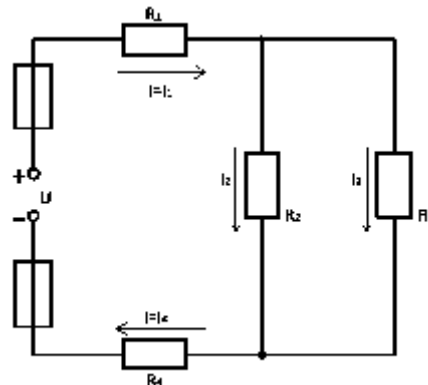
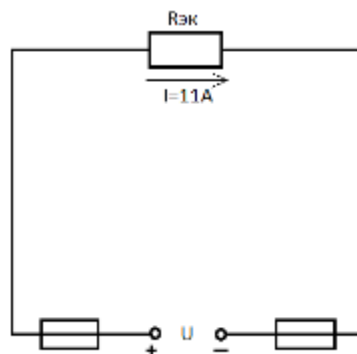

Рисунок 3
Рисунок 5
**Решение:** 1. Обозначим стрелками токи, проходящие через каждый резистор с учетом их направления (рисунок 3).
Это общее сопротивление, включенное в цепь вместо четырех сопротивлений схемы (рисунок 3), при таком же значении напряжения не изменит тока в цепи. Поэтому это сопротивление чаще называется общим эквивалентным сопротивлением цепи или просто эквивалентным сопротивлением цепи (рисунок 5).